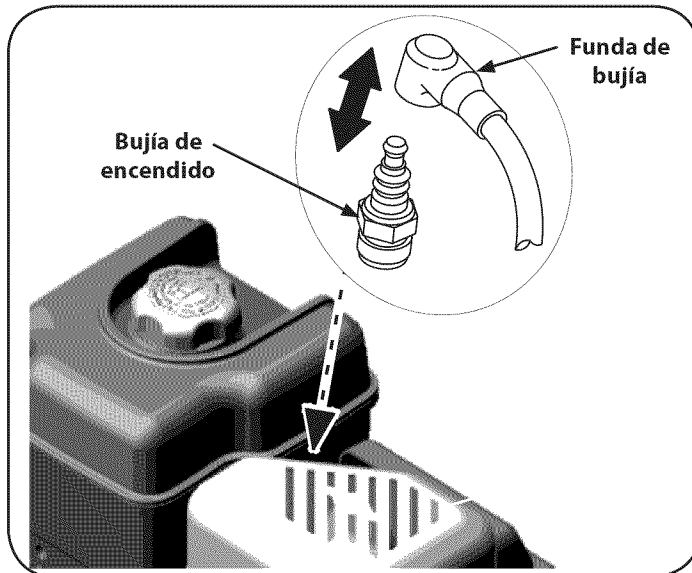

Figura 17
1. Retire la funda de bujía y utilice una llave para bujías para extraer la bujía. Vea la Figura 17.